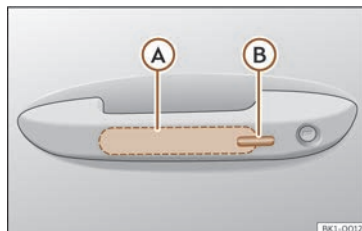

Fig. 69 Maneta de la porta: superfícies sensors.
>>> **fig. 69**
- Toqueu la superfície sensorial >>> **fig. 69** Ⓑ situada al costat exterior de la maneta de la porta. Tots els intermitents parpellegen una vegada.
- Abans que transcorrin 5 segons, toqueu una vegada el sensor del costat exterior de la maneta de la porta >>> **fig. 69 (B)**. En fer-ho, no agafeu la maneta. El sistema Keyless Access queda desactivat temporalment.
Per **tancar amb la funció de confort** totes les finestres elèctriques, mantingueu un dit durant uns segons sobre la superfície sensora de bloqueig >>> **fig. 69 (B)** de la maneta de la porta fins que s'hagin tancat les finestres i el sostre.